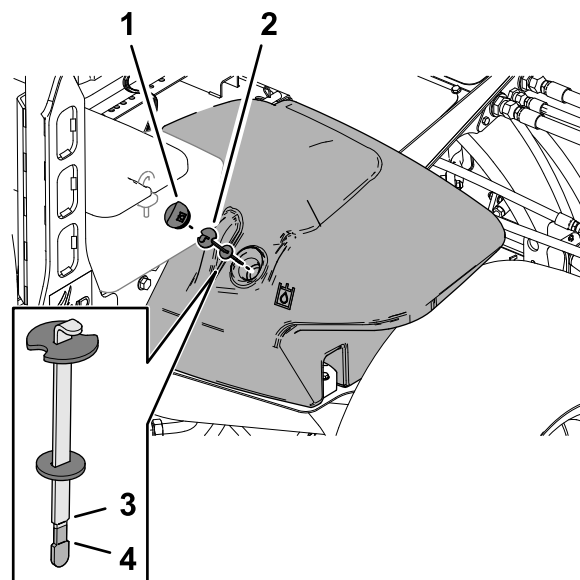

Рисунок 151
2. Очистите зону вокруг заливной горловины и крышки гидравлического бака (Рисунок 151).